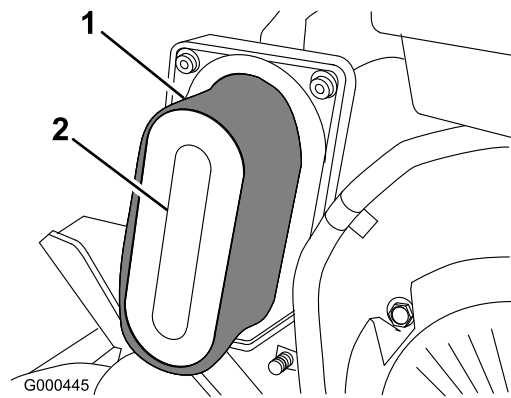

Figura 23
3. Si el elemento de gomaespuma está sucio, sepárelo del filtro de papel (Figura 23). Límpielo a fondo.